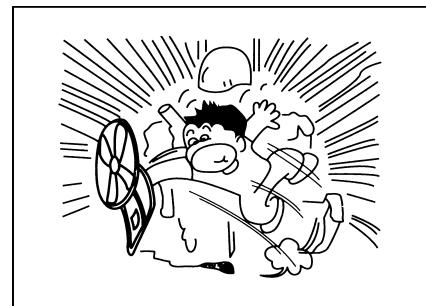

Рис.2–15
- Строго запрещается контакт любого инструмента и части тела с лопаткой вентилятора или ремнем. Иначе, что приводит к серьезному ранению. (Рис.2–15)